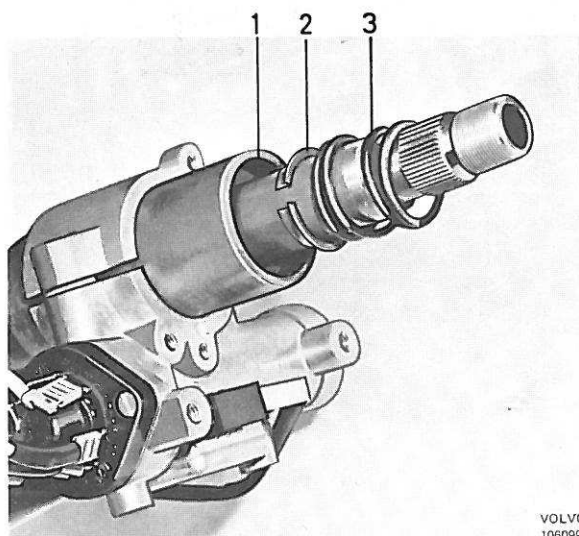

Figure 71. Echange du palier supérieur
4. Retirez le ressort et le siège, figure 71.